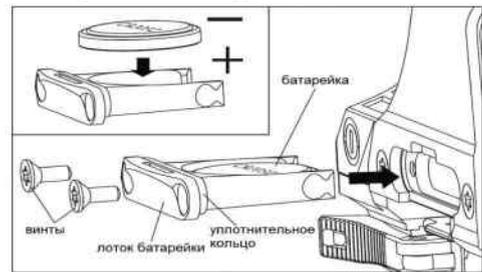

рис.3-2
**2) Установка батарейки (см. Рис. 3-2):**